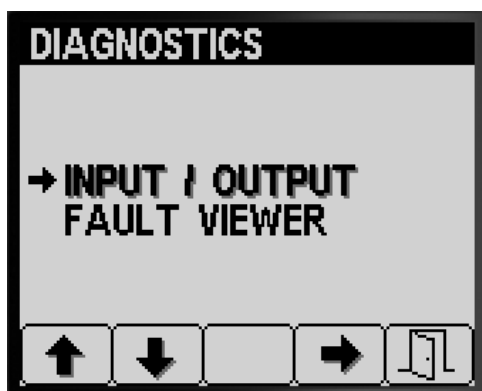

图 84
- 在 Diagnostics 诊断屏幕上按 1 号或 2 号按钮直至到达 INPUT/OUTPUT 输入/输出选项 图 84。
- 按 3 号按钮可选择 INPUT/OUTPUT 输入/输出条目 图 84。
- 按 5 号按钮退出 INPUT/OUTPUT 输入/输出屏幕然后返回至 DIAGNOSTIC 诊断屏幕 图 84。